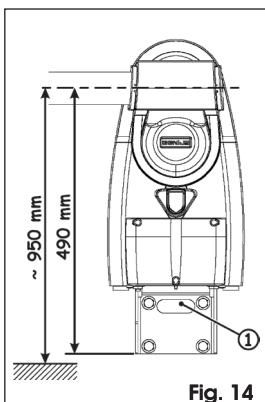

Fig. 14
En la aplicación en la pared, los cables eléctricos pueden empotrase en la pared, de modo que salgan por el bolsillo (Fig. 14 ref. ①), o bien pueden ser externos, utilizando para ello tubos o vainas apropiados. Para establecer la posición de los cables consulte el capítulo 4.3.1.
- Para hallar la posición de la brida tenga presente la cota indicada en la Fig. 14. Se aconseja instalar el automatismo de modo que la barra esté a aproximadamente un metro de altura del terreno.